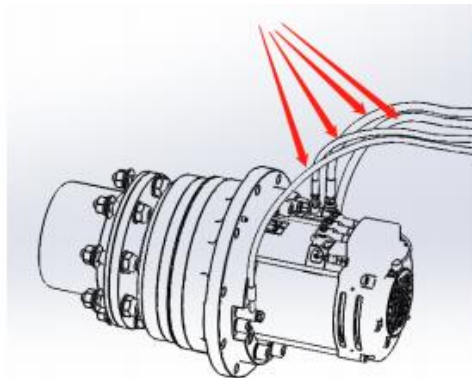

Figura 3.2.5 Esquema para desmontagem dos 4 conectores do circuito de óleo de freio na placa de conexão
(2) Remova os 4 conectores do circuito de óleo de freio na placa de conexão. (ver figura 3.2.5).